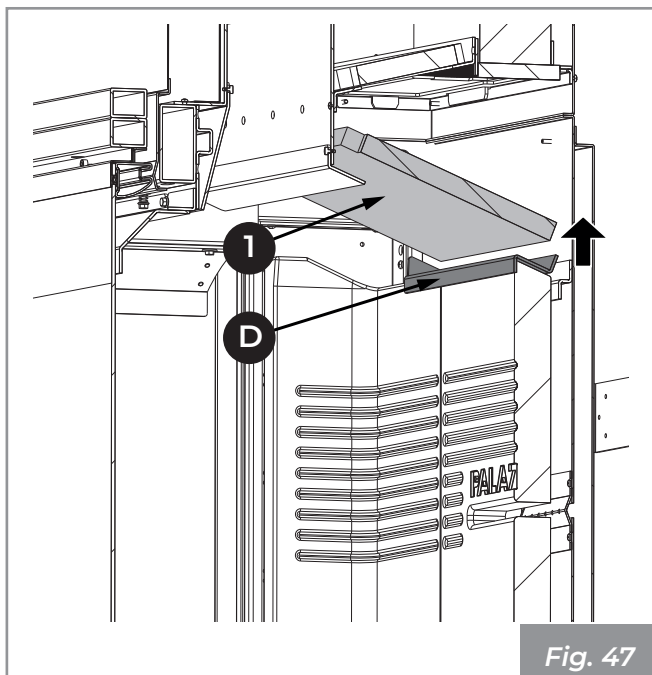

Fig. 47
- 4) Levantar y retirar en orden los paneles (1) y el estribo de soporte refractario (D) (Fig. 47)